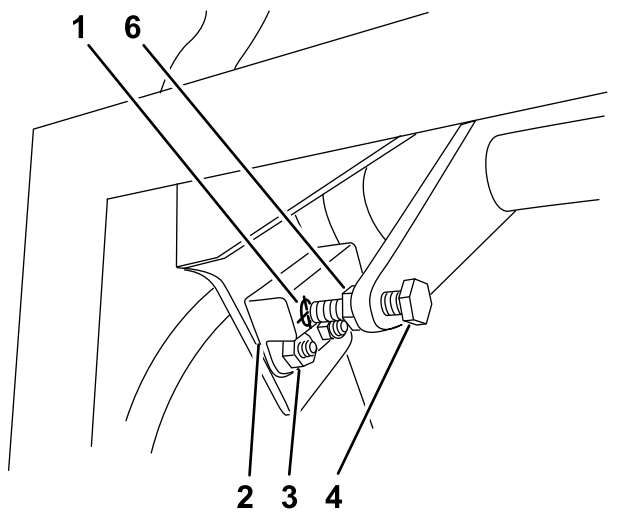

Figure 54
1. Vérifiez que le boulon fixé au levier de commande de déplacement est aligné sur la cible du contacteur de proximité (Figure 54).
2. Au besoin, desserrez les boulons et réglez le contacteur de proximité jusqu'à ce que la cible soit alignée sur le boulon fixé au levier de commande de déplacement (Figure 54).
3. Vérifiez la distance entre le boulon et le contacteur de proximité ; elle doit se situer entre 0,51 et 1,02 mm, comme montré à la Figure 54.
5. Serrez l'écrou de blocage une fois le réglage effectué (Figure 54).